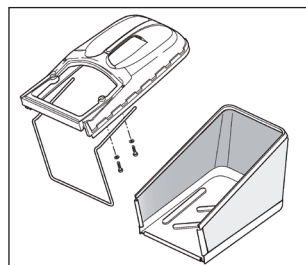

Рис. 8
1. Установите каркас травосборника в верхнюю крышку и зафиксируйте винтами с шайбами (Рис. 8).
2. Вставьте тканевую часть травосборника в пазы крышки и зафиксируйте на каркасе (Рис. 8).